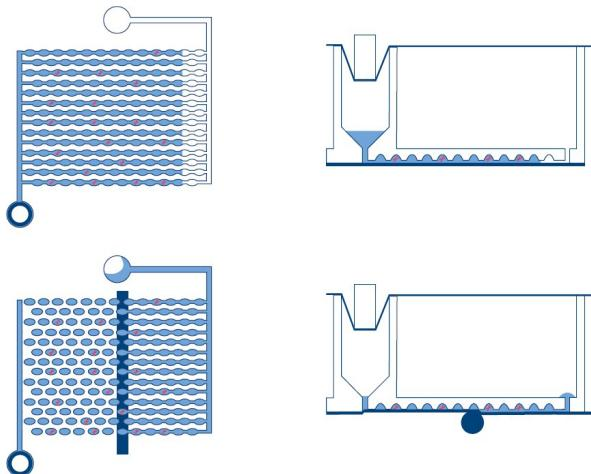

Figura 1. Esquema de llenado y partición de un pocillo.
- **Partición:** en el primer módulo del instrumento, los microcanales y las particiones de la placa se llenan con el material de muestra y la mezcla de reacción de dPCR. Esto se logra mediante pasadores de émbolo que comprimen el sello elástico superior de la nanoplaca sobre cada pocillo. Esto crea una presión positiva que bombea el líquido del pocillo de entrada hacia los microcanales y las particiones. Posteriormente, los canales de conexión entre las particiones se sellan mediante la activación de un adhesivo sensible a la presión a través de un proceso de laminación controlado por presión (consulte la Figura 1).
- **Obtención de imágenes:** el paso final del proceso es la adquisición de imágenes, que captura la señal de cada partición de los pocillos de la nanoplaca. En el modo de utilidad, el usuario puede configurar los canales de detección y los ajustes de obtención de imágenes utilizando la funcionalidad de configuración del experimento dentro del Software Suite. En el modo IVD, los ajustes de obtención de imágenes están preestablecidos en condiciones optimizadas, por lo que no requiere configuración por parte del usuario. Las particiones que contienen una molécula diana emitirán fluorescencia con mayor intensidad que las particiones sin diana (consulte la Figura 1). Para obtener más información y conocer las especificaciones del sistema de obtención de imágenes, consulte la sección 8 Especificaciones técnicas.